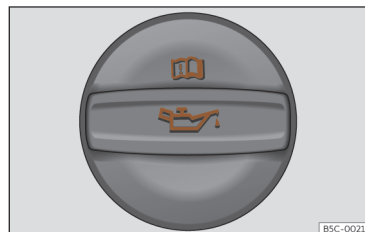

Fig. 201 Tampa do bocal de enchimento do óleo do motor no compartimento do motor.
- Localize o bocal de enchimento do óleo do motor. Reconhece-se pelo símbolo  que existe sobre a tampa >>> **Fig. 201.**
- Desenrosque a tampa do bocal de enchimento do óleo do motor >>> **Fig. 201.**